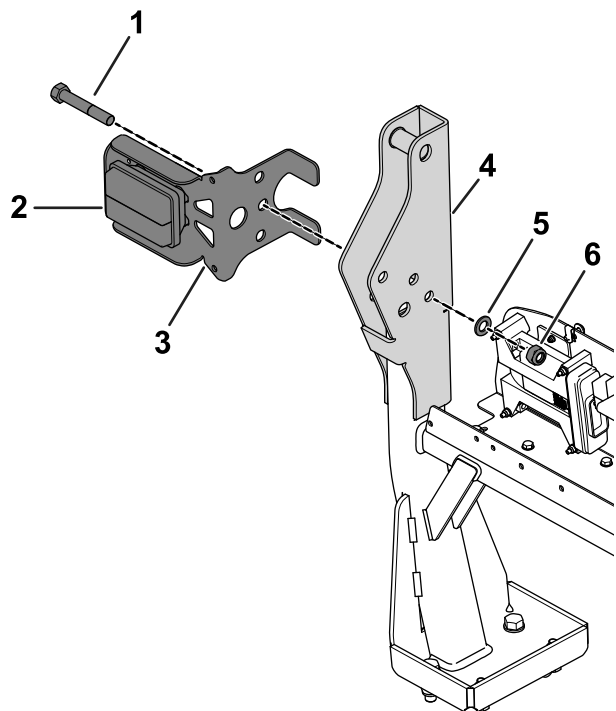

Figura 3
6. Alinee el taladro indicado del soporte de la luz trasera izquierda con el taladro de la barra antivuelco, e inserte el perno nuevo (M16 x 110 mm) usando las arandelas existentes (Figura 2 o Figura 3).